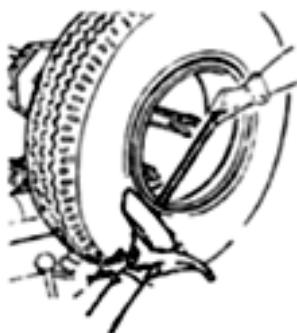

Fig 22
(4) Вращайте колесо, одновременно переместите диск несколько вперед по контуру обода, чтобы полностью снять один из бортов шины. Замечание: смажьте поверхности специальной смазкой.
(5) (рис. 22) Подцепите край разъемного кольца монтировкой, и, удерживая его, подведите диск для отрыва борта под образовавшийся зазор между кольцом и ободом. Вращайте колесо против часовой стрелки, чтобы полностью снять разъемное кольцо.